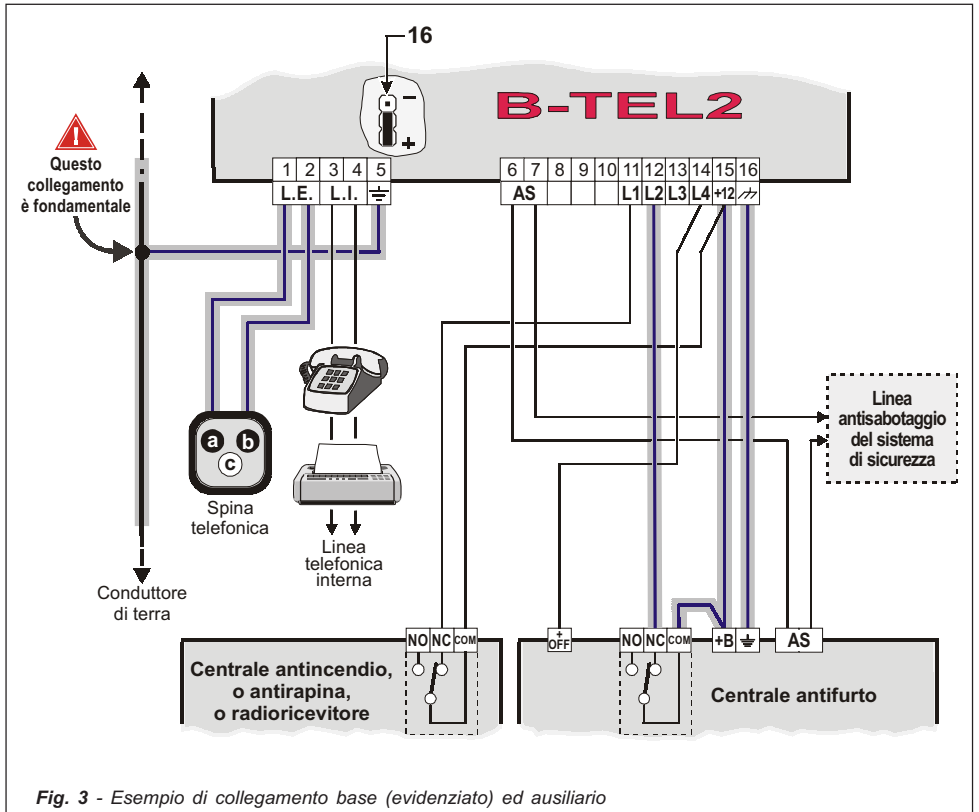

Fig. 3 - Esempio di collegamento base (evidenziato) ed ausiliario
I collegamenti base sono quelli indispensabili per il funzionamento dell'avvisatore e vengono illustrati, con le linee evidenziate, in Fig. 3. In questo esempio di collegamento, la linea di allarme L1 è collegata al contatto normalmente chiuso (NC) della centrale antifurto e riceve, in condizioni normali, il positivo di alimentazione.
I collegamenti ausiliari non sono indispensabili per il funzionamento dell'avvisatore, ma consentono di sfruttare al massimo la versatilità di questo dispositivo. Tutti questi collegamenti sono riportati in Fig. 3 e vengono descritti nei paragrafi seguenti.
**Antisabotaggio** - Il collegamento dei morsetti antisabotaggio permette di rilevare eventuali tentativi di manomissione del contenitore dell'avvisatore. In Fig. 3 questi morsetti sono collegati in serie alla linea antisabotaggio del sistema di sicurezza.